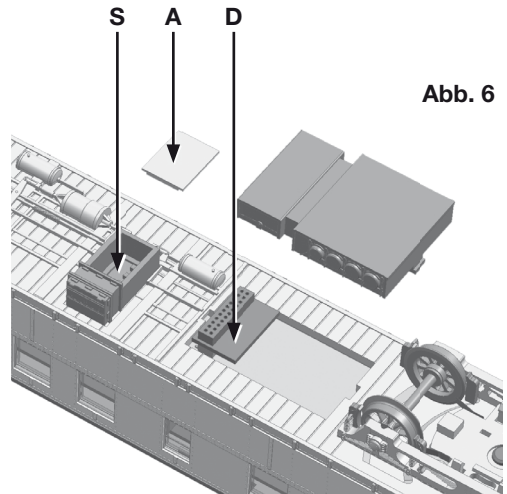
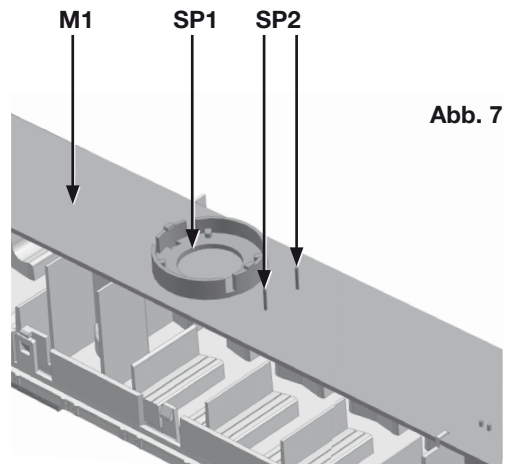

Abb. 6
Abb. 7
Meist war der Triebwagen als Einzelfahrzeug unterwegs. Auf Nebenstrecken wurde aber auch der eine oder andere Güterwagen zugestellt. Damit Sie mit Ihrem Modell auch in diesem Fall vorbildgerecht fahren können, lässt sich das Front- bzw. Schlusslicht je nach Betriebsart einstellen. Den eingebauten Multischalter (S) finden Sie nach Abnahme der Abdeckplatte (A) auf der Unterseite des Triebwagens nach **Abb. 6**. Beachten Sie dazu das Schaltbild für den Schalter in **Abb. 5**. Im Auslieferungszustand hat das Modell den Lichtwechsel weiß/rot in beiden Richtungen.
Gleich neben dem Multischalter in **Abb. 6** auf der Unterseite des Triebwagens befindet sich auch die 21-polige Schnittstelle (**D**) für den Digital-Decoder. Nach dem Ausklipsen der Abdeckung kann der Brückenstecker entfernt werden und der Decoder aufgesteckt werden.
Der Triebwagen ist bereits für den Loksoundbetrieb komplett vorbereitet. Nachdem Sie den Sounddecoder gemäß **Abb. 6** montiert haben, finden Sie die Aufnahme (**SP1**) für den Lautsprecher auf der oberen Leiterplatte (**M1**) nach **Abb. 7**.